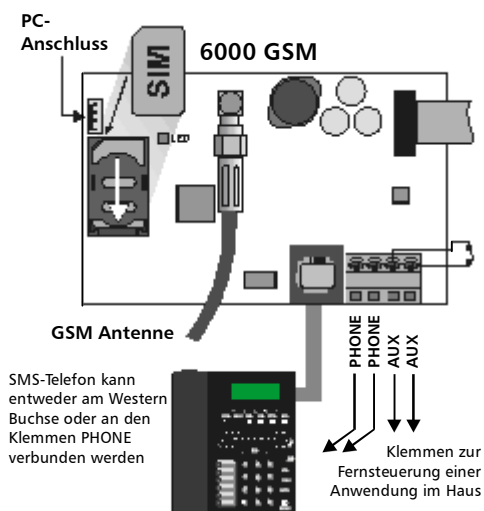

Bild 1
- c. **Öffnen** Sie die **SIM- Karten- Halterung** (in Pfeilrichtung schieben: Bild 1) und **setzen Sie die SIM- Karte in die Halterung**. Schieben Sie die Halterung zurück.
- g. Falls Sie den AUX-Ausgang verwenden möchten um eine Anwendung oder Gerät fernzusteuern, verbinden Sie diese über die AUX Klemmen (Potentialfreier Schließkontakt, max. 100 mA / 60V) siehe Bild 1.